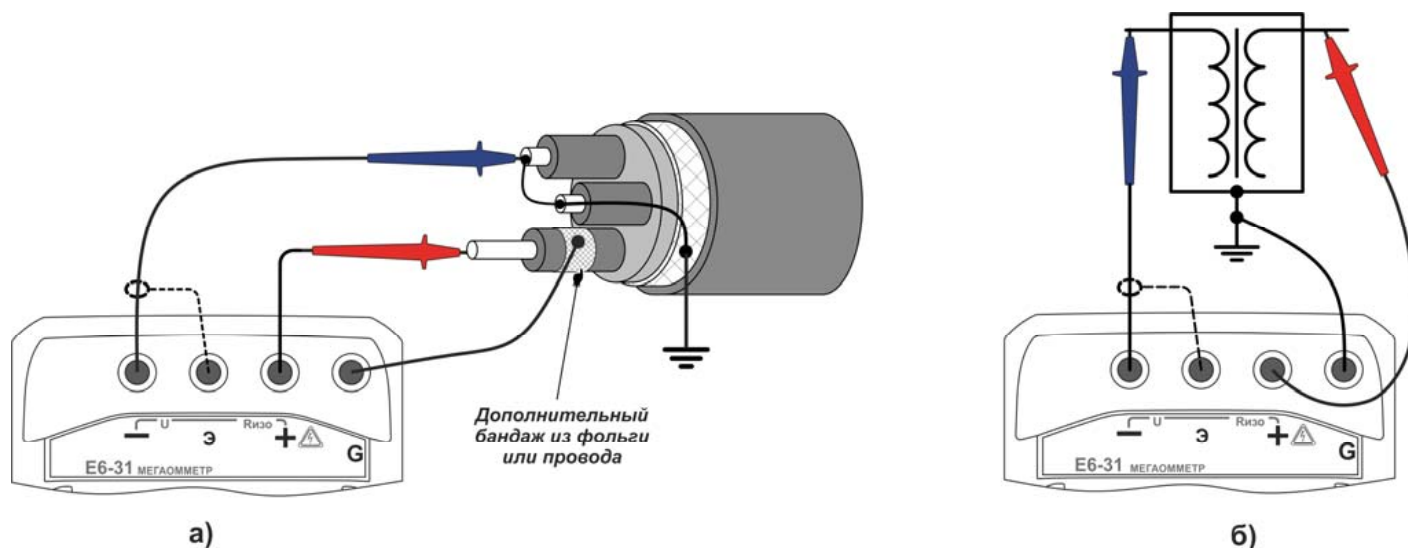

Рисунок 2.12 – Снижение влияния поверхностных токов утечки
- *обычно, если один из контактов измеряемого сопротивления заземлен (рисунок 2.12.а), то к нему рекомендуется подключать «-» мегаомметра. Однако, в случае неустойчивых показаний смена полярности подключения может обеспечить более стабильные показания.*